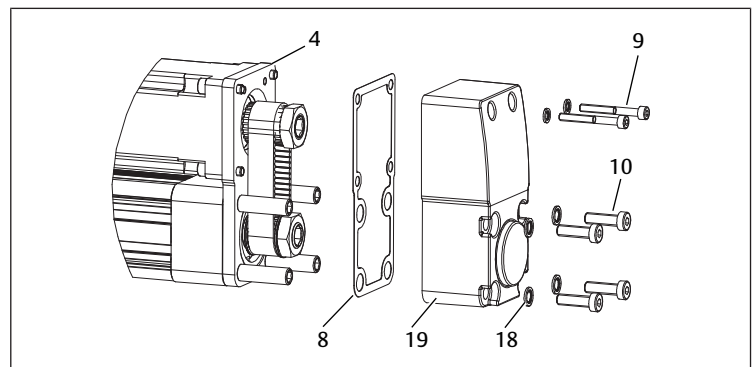

Fig. 18: Montaggio del coperchio del riduttore
1. Posare la guarnizione piatta (8) tra coperchio del riduttore (19) e piastra intermedia (4).
2. Spingere le rondelle di tenuta (18) sulle viti brugola (9/10).
3. Fissare il coperchio del riduttore. Vedere → Fig. 18.